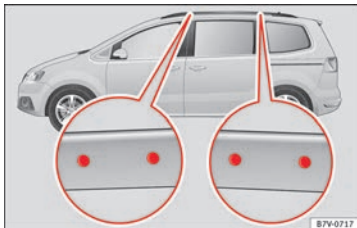

Fig. 174 Fastgørelsespunkter til tagbøjler og tagbøjlesystem
Boringerne til placeringen sidder på indersiderne af tagrælingen » **Fig. 174**.
- Tagbøjlerne må kun monteres ved de mærkninger, der er vist på billedet » **Fig. 174**.